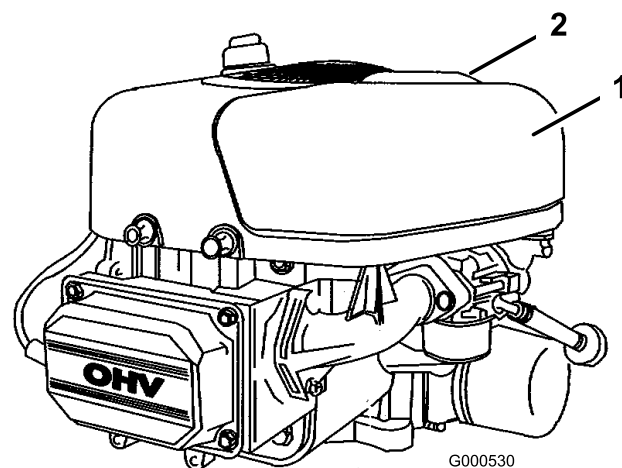

Figura 30
4. Limpie alrededor del limpiador de aire de forma que la suciedad no penetre en el motor y cause daños. Tire hacia arriba del asa de la tapa del limpiador de aire y gírela hacia el motor (Figura 30). Retire la tapa del limpiador de aire.